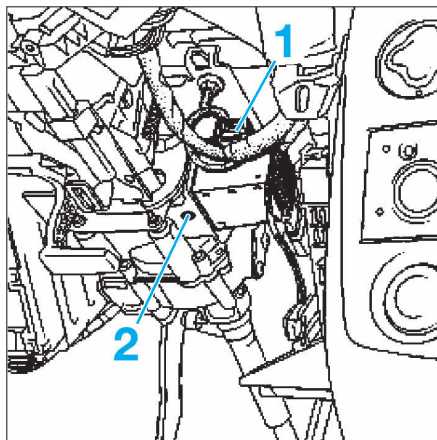

FIG. 5
- débrancher le connecteur (1) (Fig.5),
- déposer la vis de fixation (2) du verrou électrique de la colonne de direction en tournant dans le sens horaire,